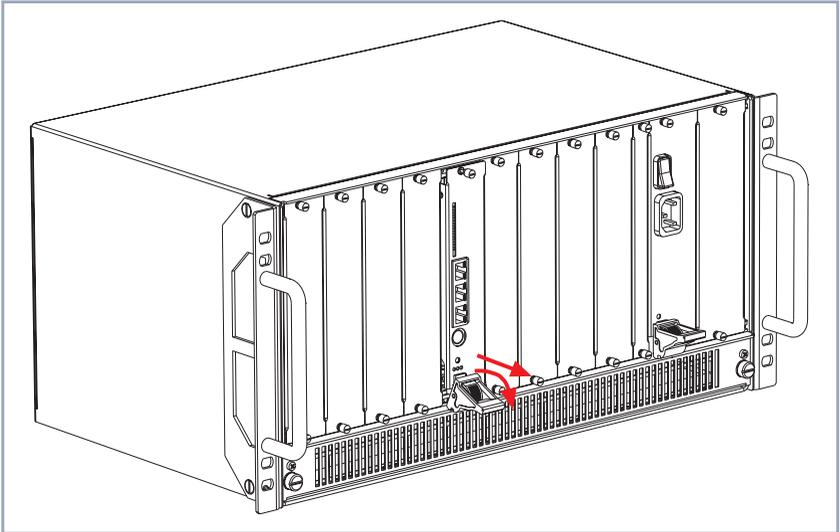

Bild 2-9: Ausbau einer Erweiterungskarte, Schritt 2
- Drücken Sie den Ein-/Aushebegriff weiter nach unten, bis die Erweiterungskarte aus dem Gehäuse herausgedrückt wird (siehe Bild 2-9, Seite 23).
- Drücken Sie den Ein-/Aushebegriff nach unten, bis die Erweiterungskarte aus dem Gehäuse herausgedrückt wird (siehe Bild 2-9, Seite 23).